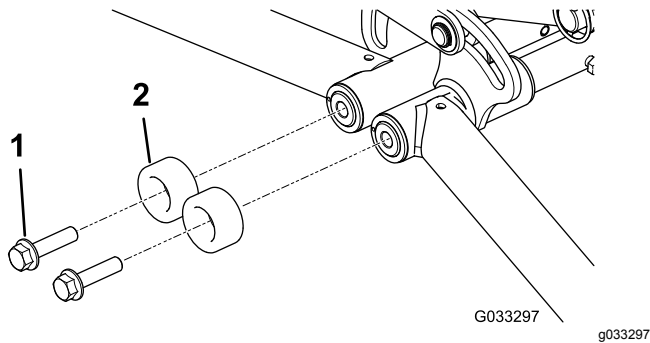

Figura 20
2. Retire los pernos con arandela prensada existentes y los topes redondos (Figura 20).